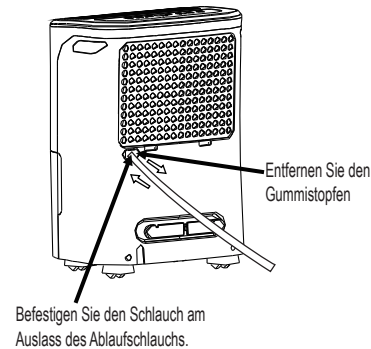

Abb. 7
- Entfernen Sie den Gummistopfen vom Auslass des hinteren Ablaufschlauchs. Bringen Sie einen Ablaufschlauch (ID = 13,5 mm) an und führen Sie ihn in den Bodenablauf oder eine geeignete Ablaufeinrichtung (siehe Abb. 7).